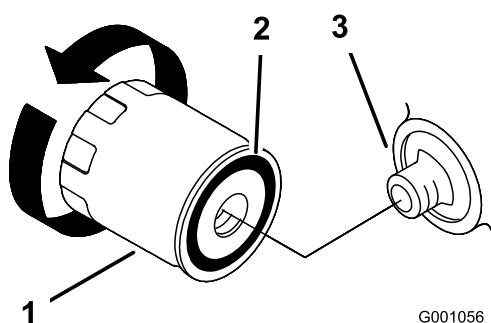

Figura 47
- Gire el filtro en el sentido contrario a las agujas del reloj para retirarlo (Figura 47 y Figura 47).